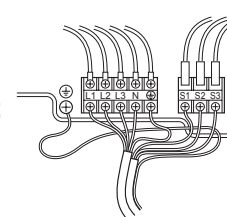

Fig. 6-2
6.1. Наружный прибор (Fig. 6-1, Fig. 6-2)
- 2 Подсоедините кабели, как указано на рис. 6-1 и рис. 6-2.